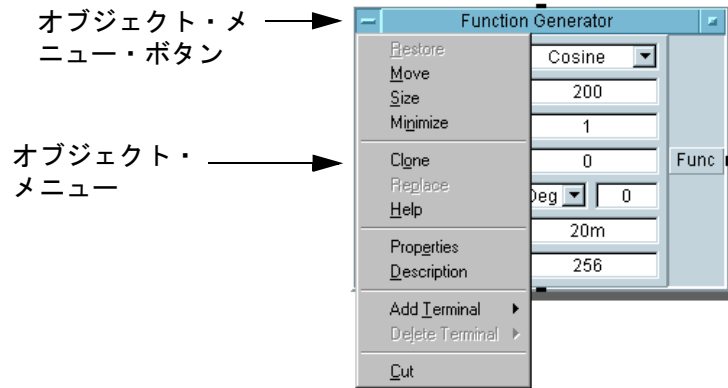

図 1-8. オブジェクト・メニューの選択
1. オブジェクト・メニューを選択するには、オブジェクト・メニュー・ボタンを *1 度* だけクリックします。オブジェクト・メニューはすべて同じ方法で開くことができます。オブジェクト・メニューが図 1-8 のように表示されます。オブジェクト・メニュー・ボタンをダブルクリックしないでください。ダブルクリックすると、オブジェクトが削除されます。